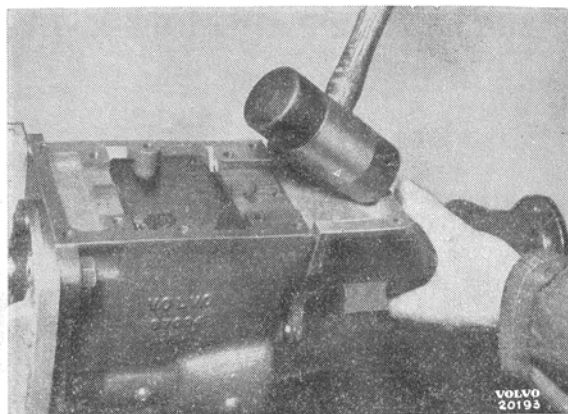

Bild 8.
3. Lyft upp skiftaxeln (9) för 2:ans och 3:ans växlar. Den andra skiftaxeln följer då med. Tag bort spärrkulan.
4. Tag bort de fyra skruvarna för bakre locket och drag loss detta jämte axel, eventuellt med tillhjälp av en gummiklubba, se bild 8. Lyft ur främre synkroniseringskonan, som nu ligger lös.